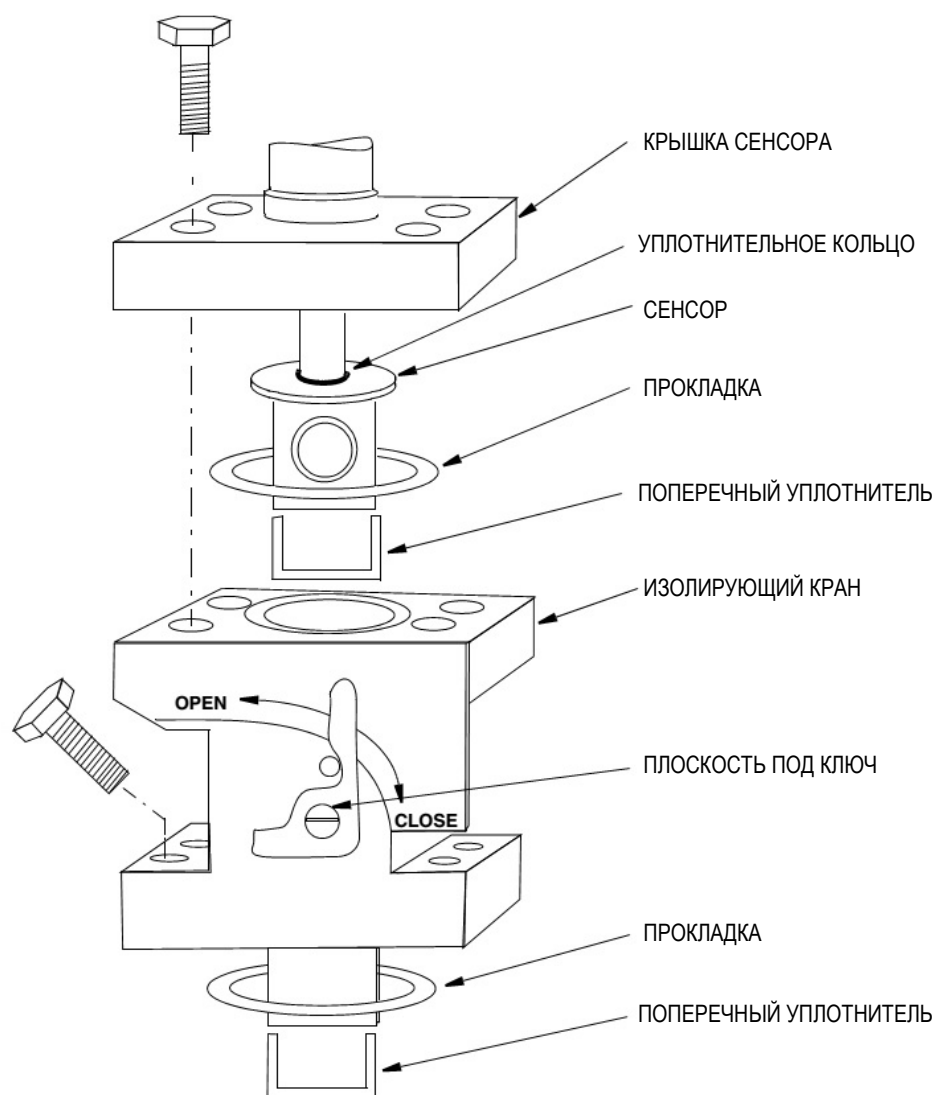
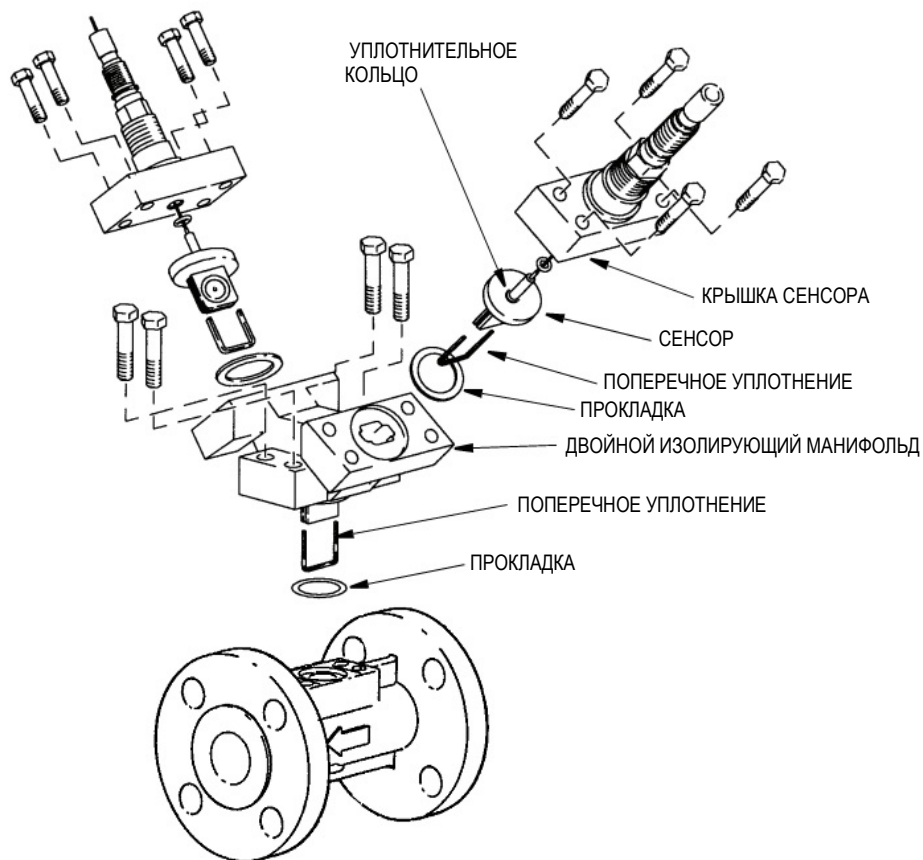

Рисунок 62. Одиночный изолирующий кран (Стиль А)
Рисунок 63. Двойной изолирующий манифольд (Стиль А)
1. Закройте кран. Он представляет собой двухходовой шаровой кран с поворотом $\frac{1}{4}$ полного оборота. Используйте гаечный ключ и плоские поверхности штока крана, чтобы повернуть его на $\frac{1}{4}$ оборота по часовой стрелке. См. рисунок 62.
3. Установите новую прокладку и поперечное уплотнение на нижнюю секцию корпуса крана и установите кран на корпус расходомера. См. рисунок 62 или рисунок 63. Используются такие же прокладки и поперечные уплотнения, которые применяются для сенсоров.